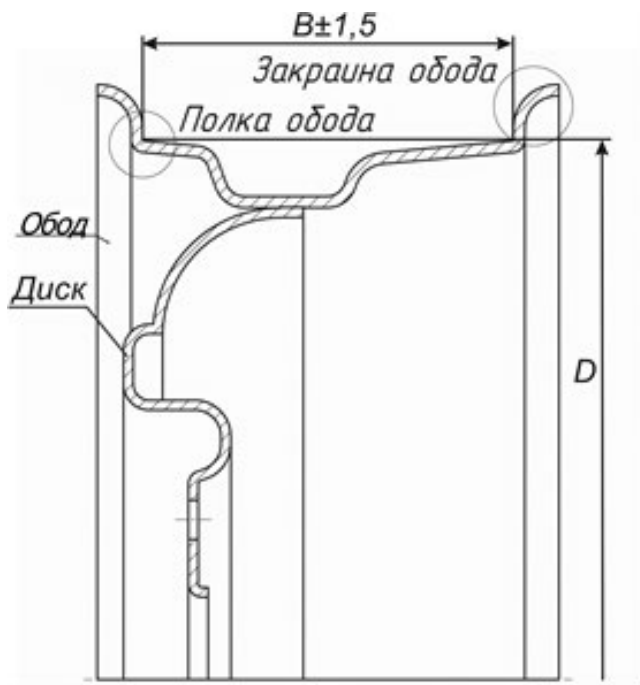

Рисунок 1.1 - Поверхности обода, подлежащие реставрации
1.1 Стенд для правки автомобильных дисков, модель «Титан ST/16», далее по тексту «стенд», предназначен для реставрации деформированных закряин и полков ободьев колес легковых автомобилей шириной 4...6,5 дюймов и диаметром 12...16 дюймов (рисунок 1.1). Закряины и полки обода реставрируются с помощью дископравного устройства, описанного в разделе 4 настоящего руководства по эксплуатации.
ВНИМАНИЕ! Диск колеса см. рисунок 1.1 реставрации не подлежит.